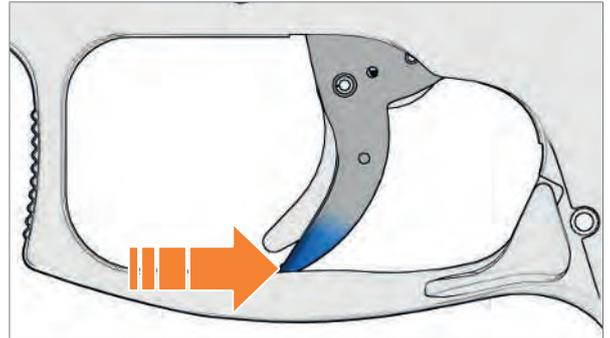

Abb. 17: Abzug nach hinten drücken
1. Abzug nach hinten drücken, die Abzugssicherung dabei nicht betätigen (Abb. 17).